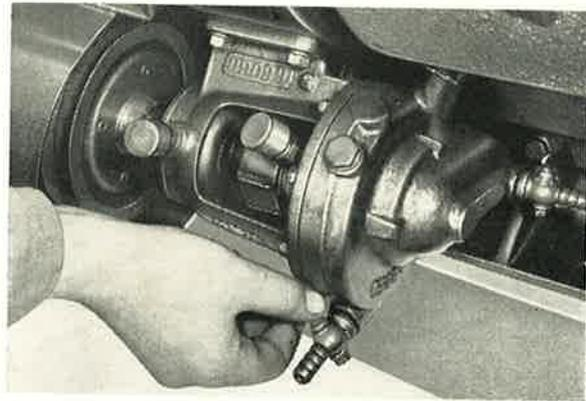

Abb. 68
- f) Wenn die Temperatur der umgebenden Luft unter 0 °C sinkt, muss das Kühlwasser aus dem Motor abgelassen werden (Abb. 68). Bei einem Absinken der Temperatur unter -10 °C ist auch das Öl aus der Ölanlage abzulassen, damit vor dem Anlassen erwärmtes Öl eingefüllt werden kann.